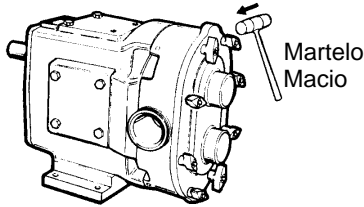

Figura 31 - Remova as porcas da tampa
1. Remova a tampa usando porcas borboletas da tampa usando um martelo macio para soltá-las (Figura 31).